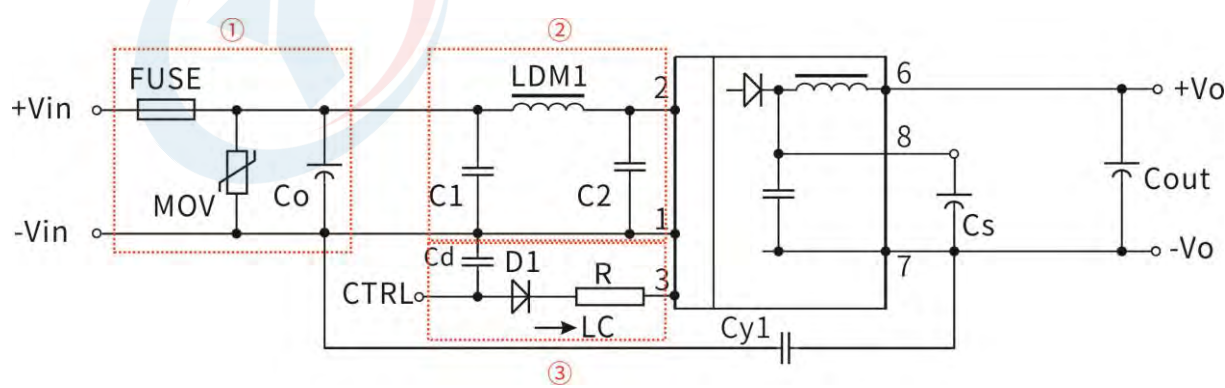

图 3
- ② 图 3 中第①部分用于 EMS 测试；第②部分用于 EMI 滤波，可依据需求选择；
- ②VC 为 Ctrl 端相对于输入地 GND 的电压，VD 为 D1 的正向导通压降，IC 为流入 Ctrl 端的电流，一般取 5-10mA，Ctrl 端外围电路如图 3-③；
- ③若图中元器件无附其参数说明，则此型号外围中不需要这个元器件。